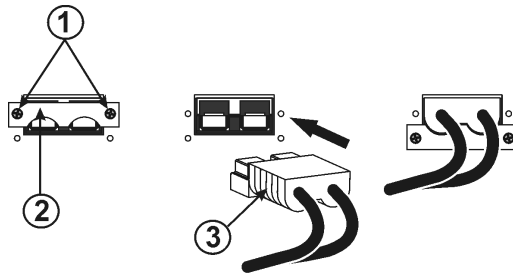

Рисунок 3 – Соединение вилки батарейного кабеля с розеткой батарейного разъема
- выкрутить крепежные винты **1**, фиксирующие фигурную планку **2** батарейного разъема предыдущего АБМ (см. рисунок 3);